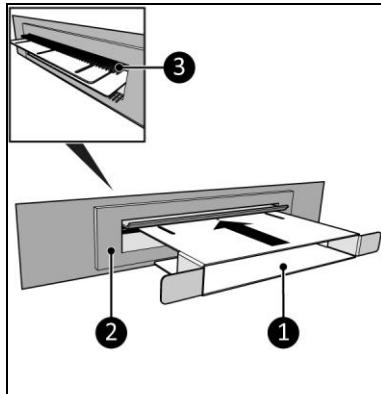

Figure 2
- Ouvrez la boîte aux lettres (Figure 2, pos. 2) et insérez le dispositif de transfert (Figure 2, pos. 1). Le dispositif de transfert repousse la brosse (Figure 2, pos. 3) de la boîte aux lettres pour assurer qu'il y a assez de place pour le Way-out.